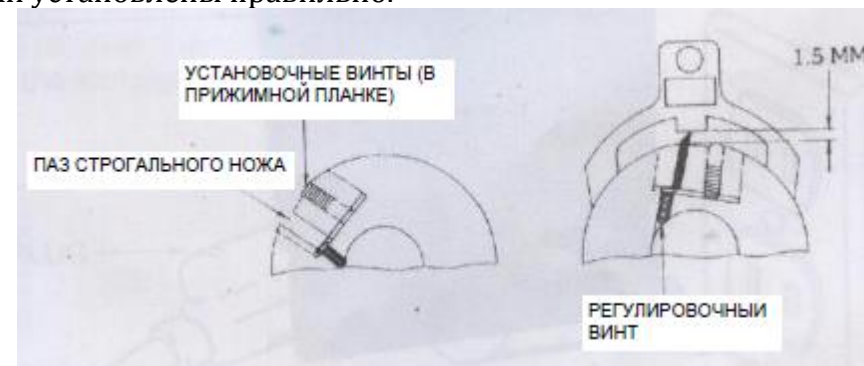

Рис.7
2. Затянуть установочные винты прижимных планок силой, достаточной для удержания по месту прижимных планок и ножей. **Рис.7**